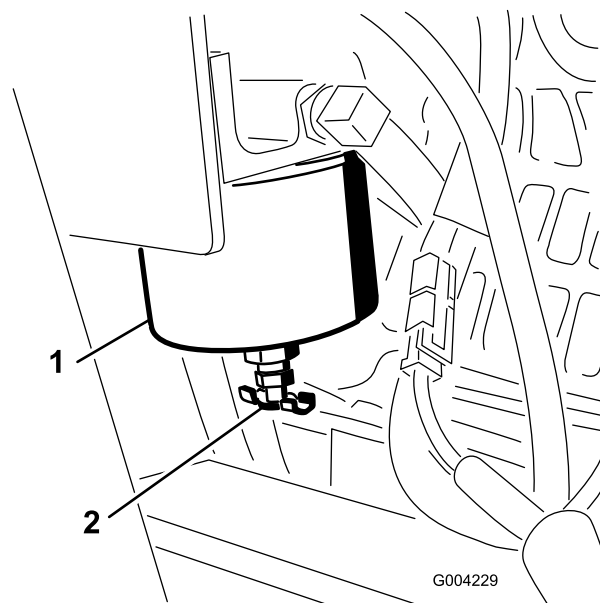

Figure 38
1. Localisez le filtre à carburant situé du côté droit du moteur (Figure 38) et placez un récipient dessous.
1. Nettoyez la surface autour des supports de la cartouche du filtre (Figure 38).
2. Déposez la cartouche et nettoyez la surface de montage (Figure 38).
4. Installez la cartouche à la main jusqu'à ce que le joint soit en appui contre la surface de montage. Serrez ensuite la cartouche d'un demi tour supplémentaire (Figure 38).